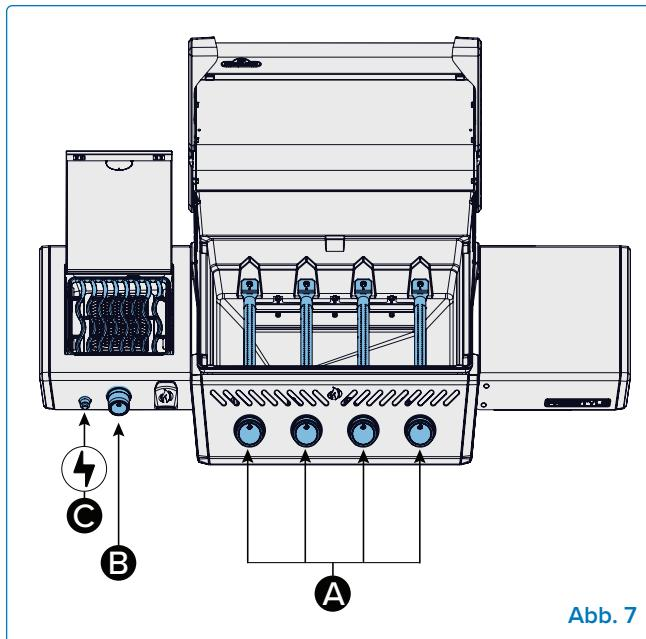
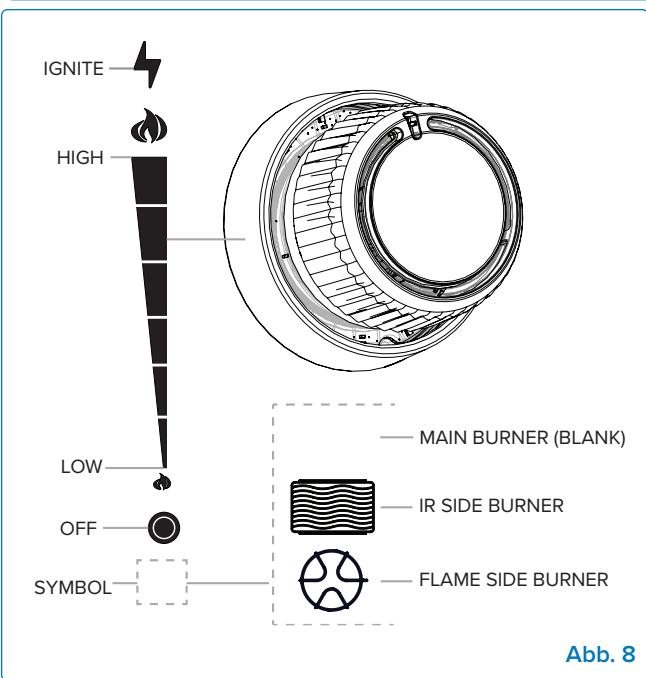

Abb. 7
Abb. 8
1. Grilldeckel öffnen (Abb. 7).
2. Drücken und drehen Sie einen Hauptbrennerknopf langsam gegen den Uhrzeigersinn auf die Stellung HIGH, bis die Zündflamme brennt. Drücken Sie weiterhin den Bedienknopf, bis der Brenner zündet, und lassen Sie dann los (Abb. 7-A, Abb. 8).
2. Drücken und drehen Sie den Seitenbrennerknopf langsam gegen den Uhrzeigersinn auf die Stellung HIGH, bis der Funke den Brenner zündet. (**Abb. 7-B, Abb. 8**).
2. Drücken und drehen Sie den Seitenbrennerknopf langsam gegen den Uhrzeigersinn auf die Stellung HIGH (**Abb. 7-B, Abb. 8**).
3. Drücken und halten Sie die Zündtaste, bis der Brenner zündet, oder zünden Sie ihn mit einem Streichholz an (**Abb. 7-C**).